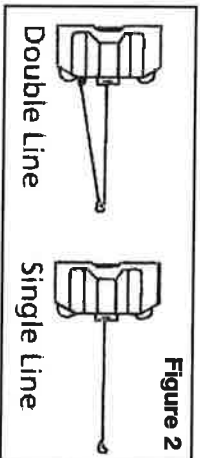

Figure 2
3. POUR TIRER UNE CHARGE LOURDE, UTILISEZ UNE MOULE. Afin de maximiser la longévité du treuil et du câble métallique, utilisez une moule (non inclus) pour doubler le câble et mieux tenir la charge lourde (figure 2). Utilisez toujours une moule ayant une capacité nominale deux fois supérieure à celle du treuil.
2. DO NOT EXCEED RATED CAPACITY OF THE WINCH. DO NOT OVERLOAD! DO NOT ATTEMPT PROLONGED PULLS OF HEAVY LOADS! Overloads can damage the Winch and/or the wire rope and create unsafe operating conditions. FOR LOADS OVER 75% OF THE RATED WINCH CAPACITY, WE RECOMMEND THE USE OF A PULLEY BLOCK (not included) TO DOUBLE LINE THE WIRE ROPE (Figure 2). This reduces the load on the Winch, the strain on the wire rope and electrical system.